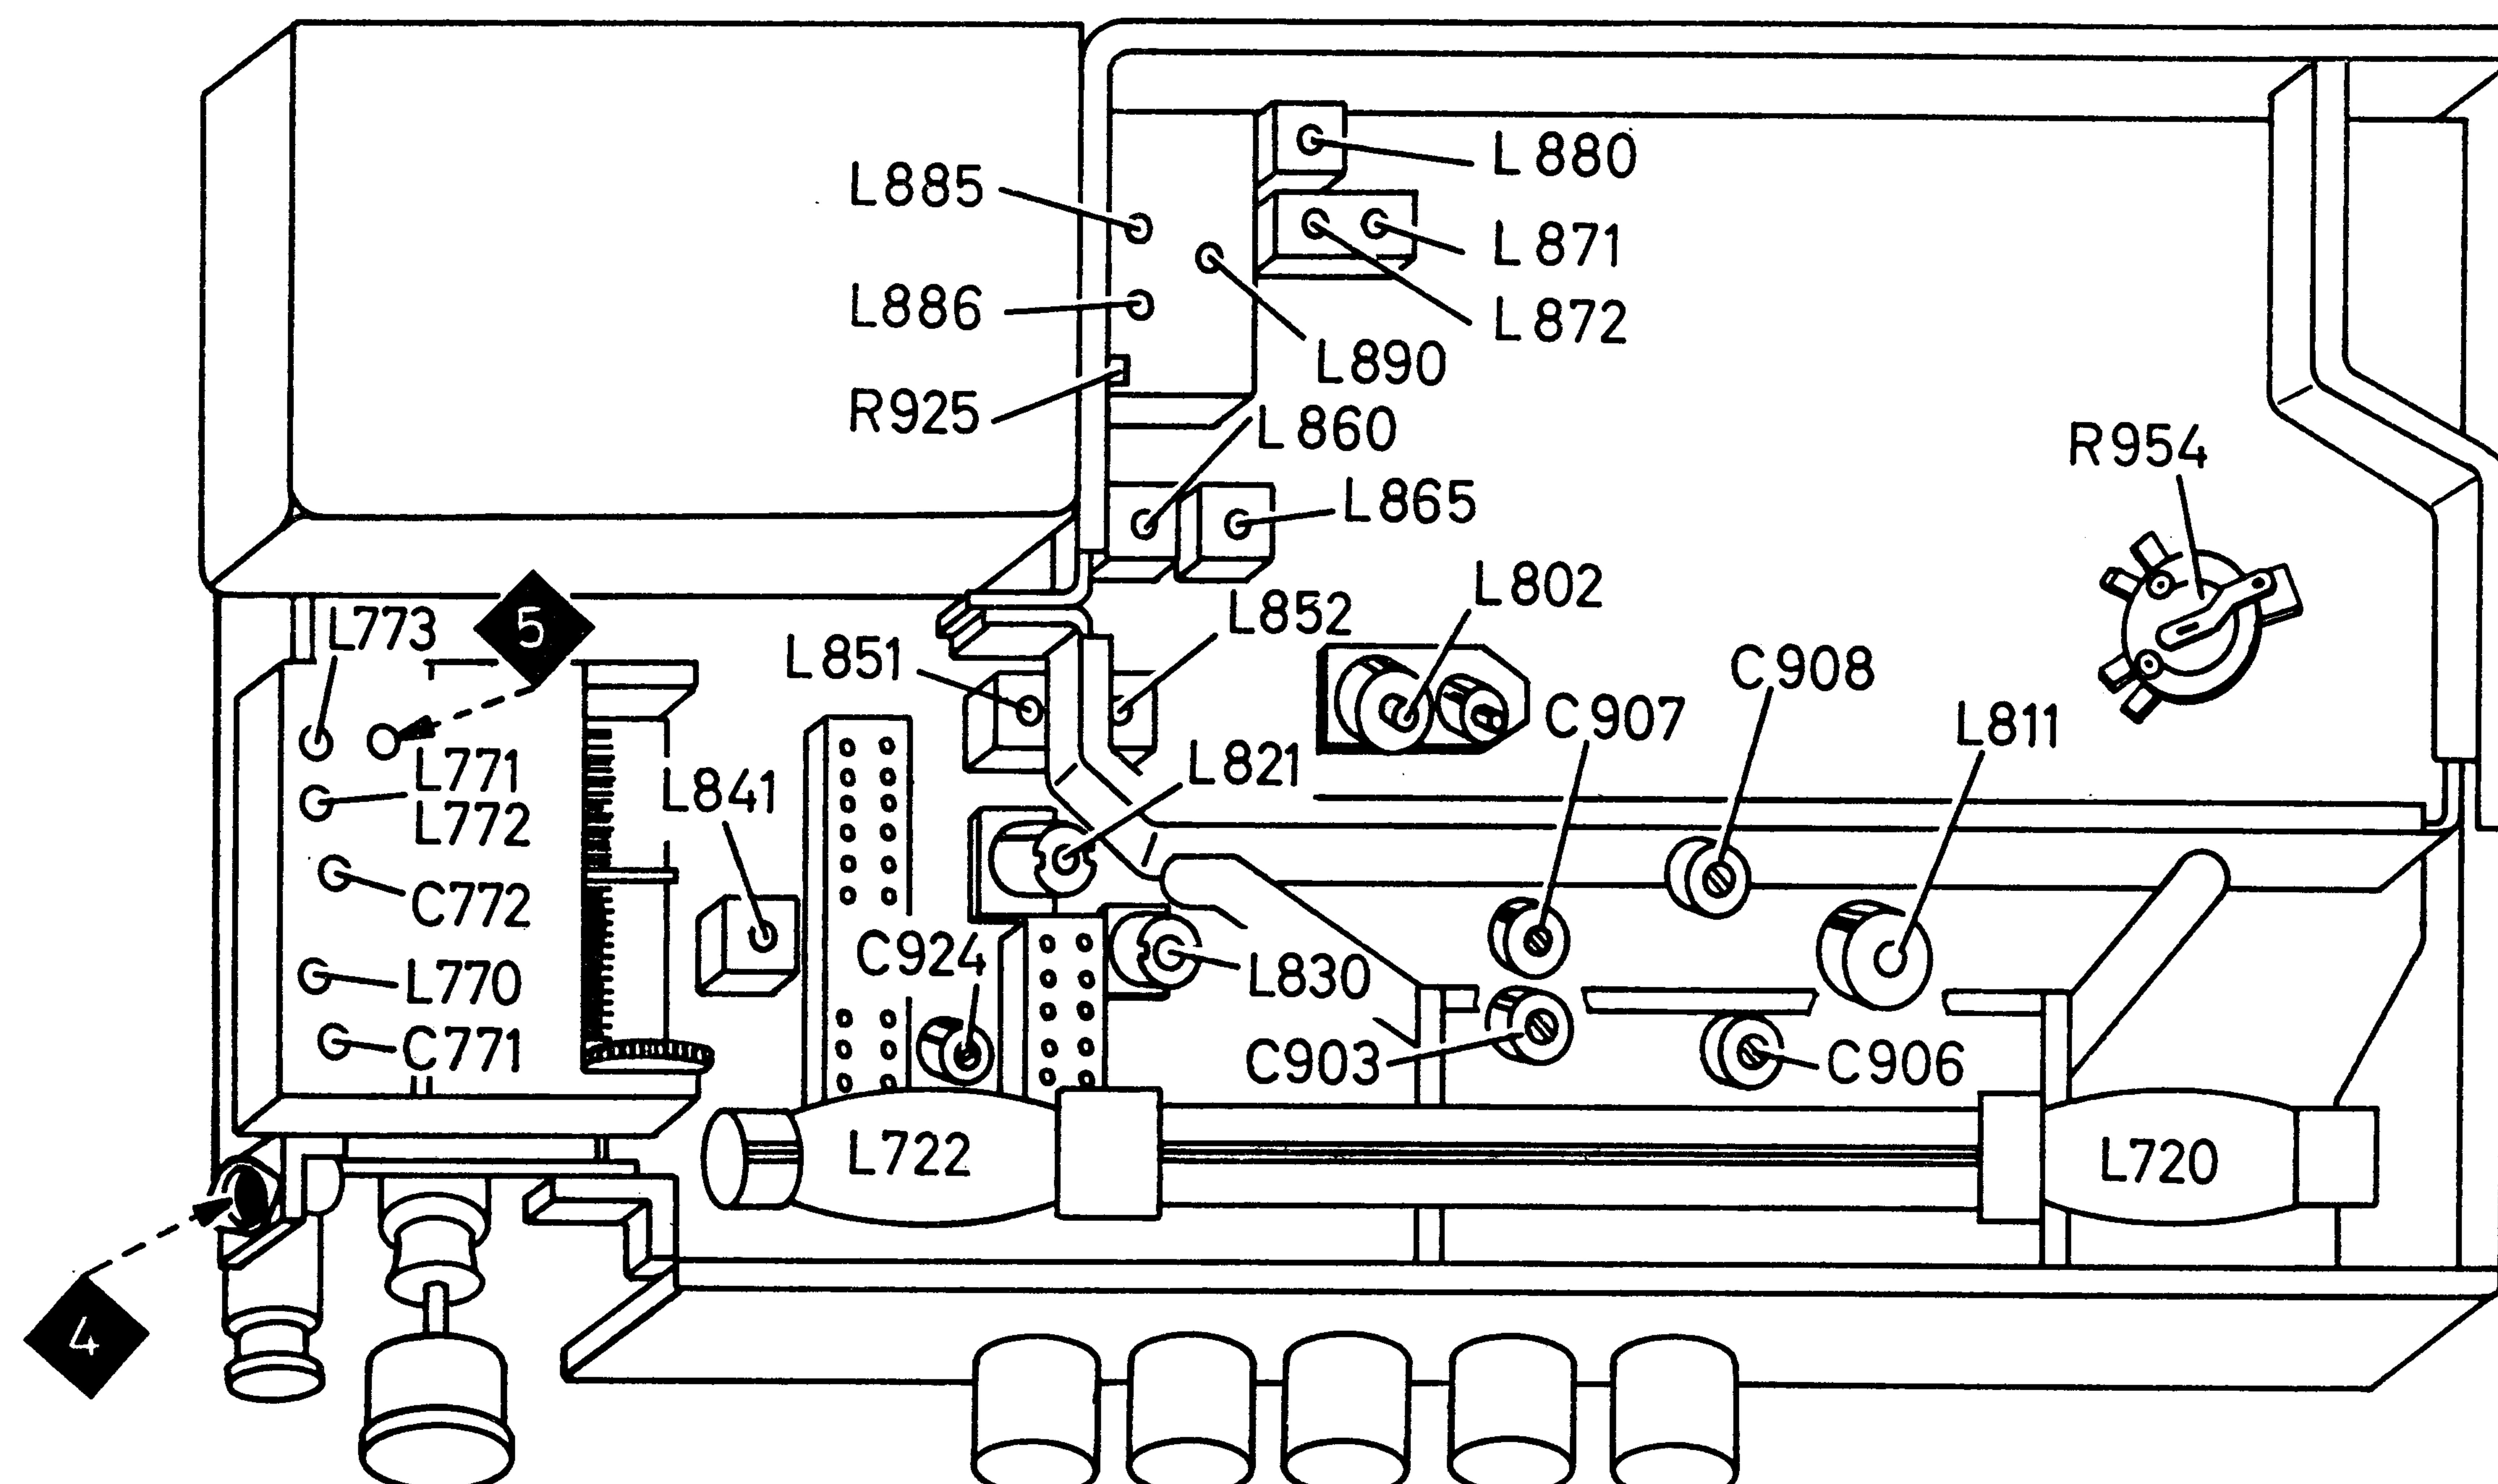

Fig. 9
- 2.3 Den Ruhestrom ca. 1 Minute nach dem Einschalten des Gerätes mit dem Einstellregler R 954 auf $6 \text{ mA} \pm 20\%$ bei einer Betriebsspannung von 9 V einstellen, Fig. 9 bzw. 10.
- 2.3 Approx. 1 minute after switching on set, set zero signal current via adjuster R 954 to $6 \text{ mA} \pm 20\%$ at an operating voltage of 9 V, see fig. 9 resp. 10.
3) Ein AM-Signal, 400 Hz, 30 % moduliert, soll eine Ratiospannung von 1,4 V erzeugen. Dann mit R 925 ein Spannungsminimum am Outputmeter einstellen, Fig. 9.
3) An AM signal, 400 Hz, 30 % modulated, must produce a ratio voltage of 1.4 V. Adjust a voltage minimum at the outputmeter by means of R 925, see fig. 9.